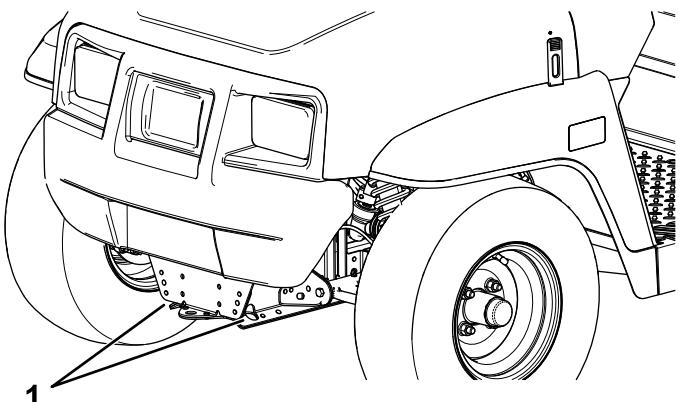
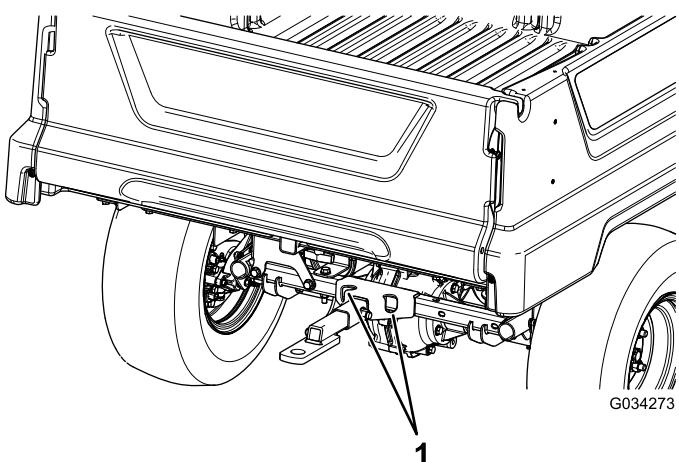

Figura 25
Figura 26
Consulte en Figura 25 y Figura 26 la ubicación de los puntos de amarre de la máquina.
2. Conecte un cable de remolque al punto de remolque, en la parte delantera del bastidor de la máquina (Figura 25).